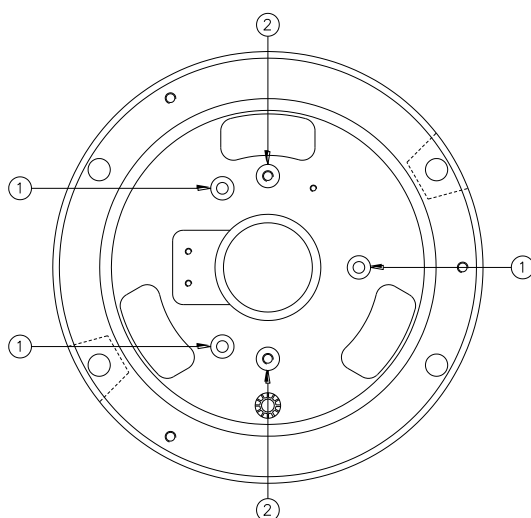

Figura 18 –Rimozione dell'anello in alluminio
- Svitare le tre viti TCEI M5x16 (Figura 18- n° 1) e rimuovere l'anello in alluminio, utilizzando due delle viti negli appositi fori di estrazione (Figura 18 - n° 2)